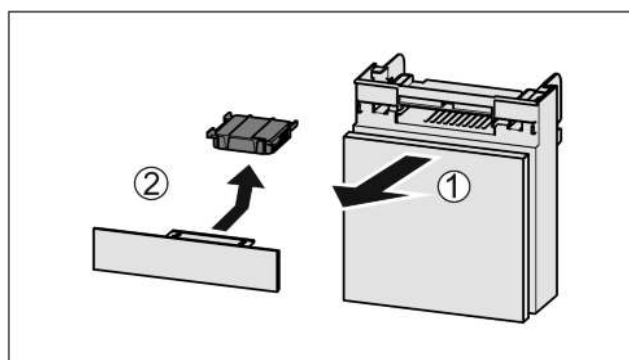

Fig. 33
- ▶ Вытянуть Fig. 33 (1) отделение движением вперед.
- ▶ Извлечение Fig. 33 (2) фильтра с активированным углем.